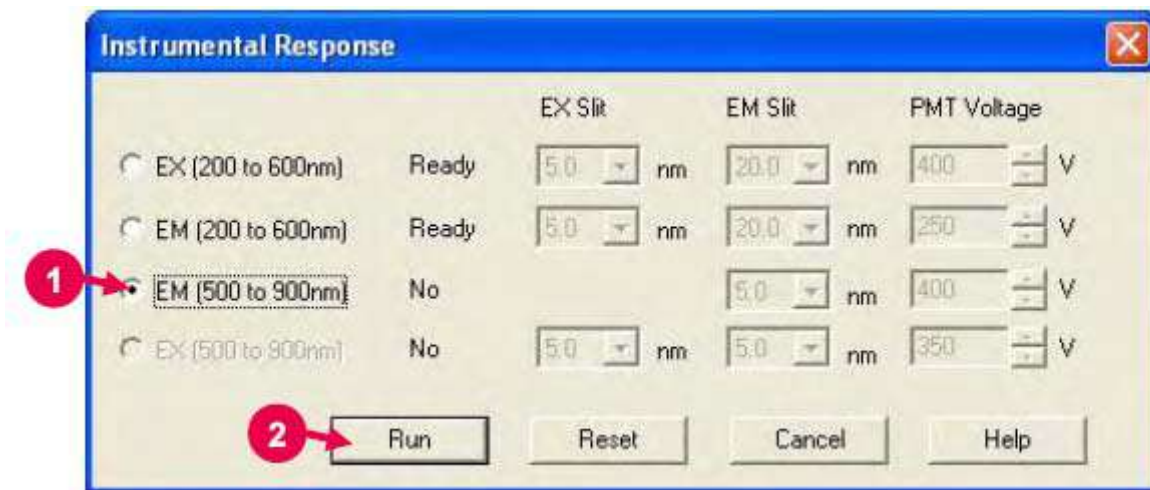
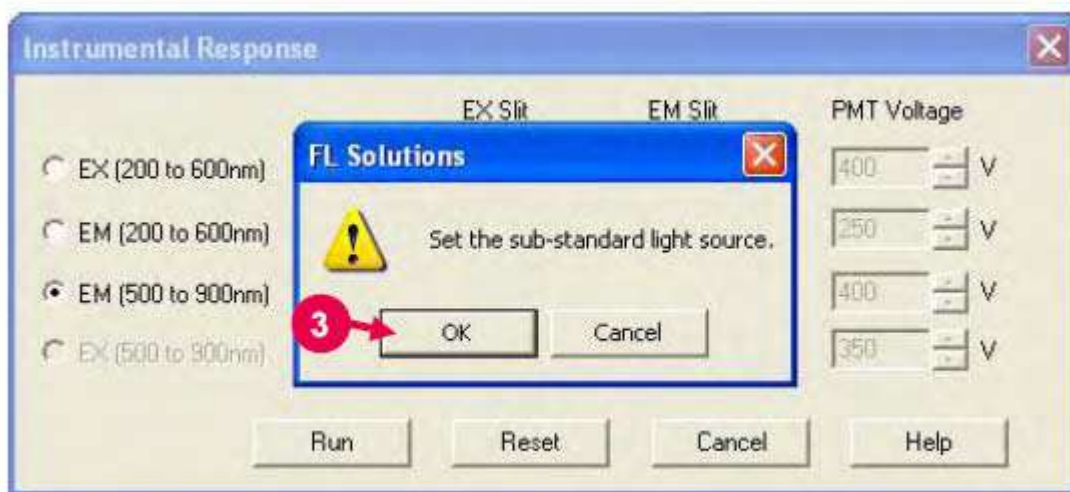

Рис. F-10
Рис. F-11
(8) Выполните команду «Реакция прибора», находящуюся в меню «Утилиты». При этом откроется окно, показанное на рис. F-10. Выберите «ЕМ [500 до 900 нм]». (Смотрите (1) на рис. F-10).
(9) Нажмите кнопку «Запуск» (Run). (Смотрите (2) на рис. F-10). При этом появится окно сообщения «Установите стандартный источник света» (Set sub standard light source). Нажмите кнопку «ОК». (Смотрите (3) на рис. F-11).